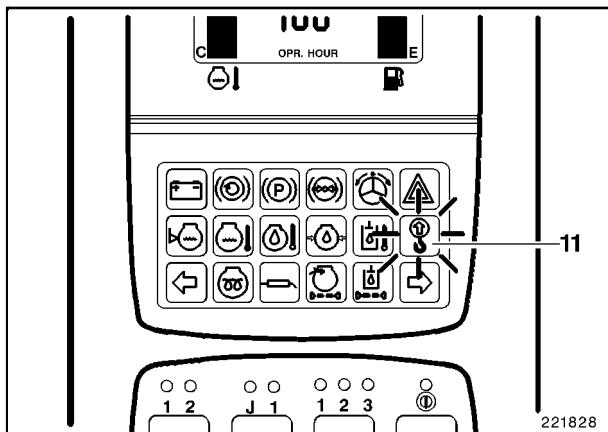

Fig. 6
- La lámpara avisadora se encenderá y sonará el zumbador (Fig. 6).